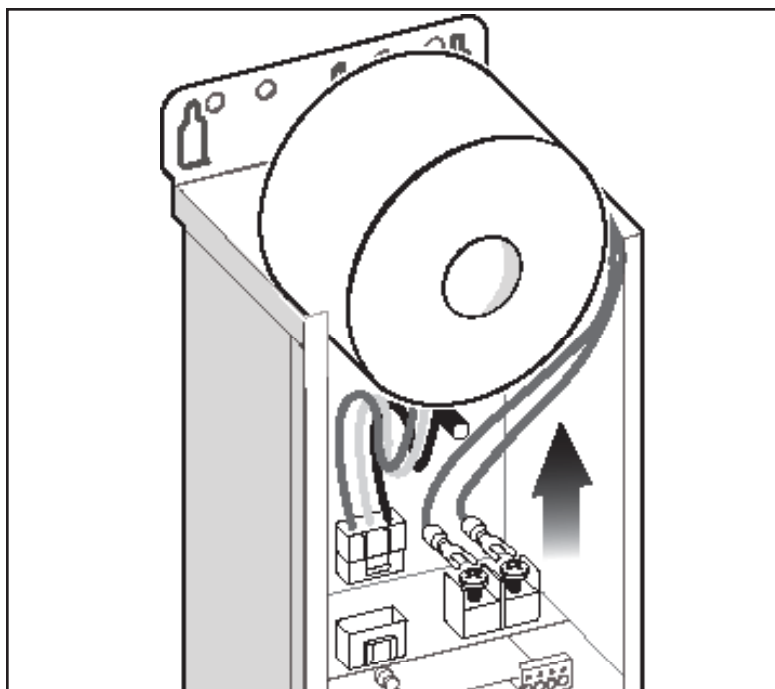

Figure 3. Enlever le transformateur et les fils de sortie
7. Tirer le transformateur vers le haut pour accéder aux fils de sortie, voir Figure 3.
8. Utiliser un tournevis pour desserrer suffisamment les vis des fils de sortie afin d'enlever les fils de sortie bleus du transformateur, voir Figure 3.